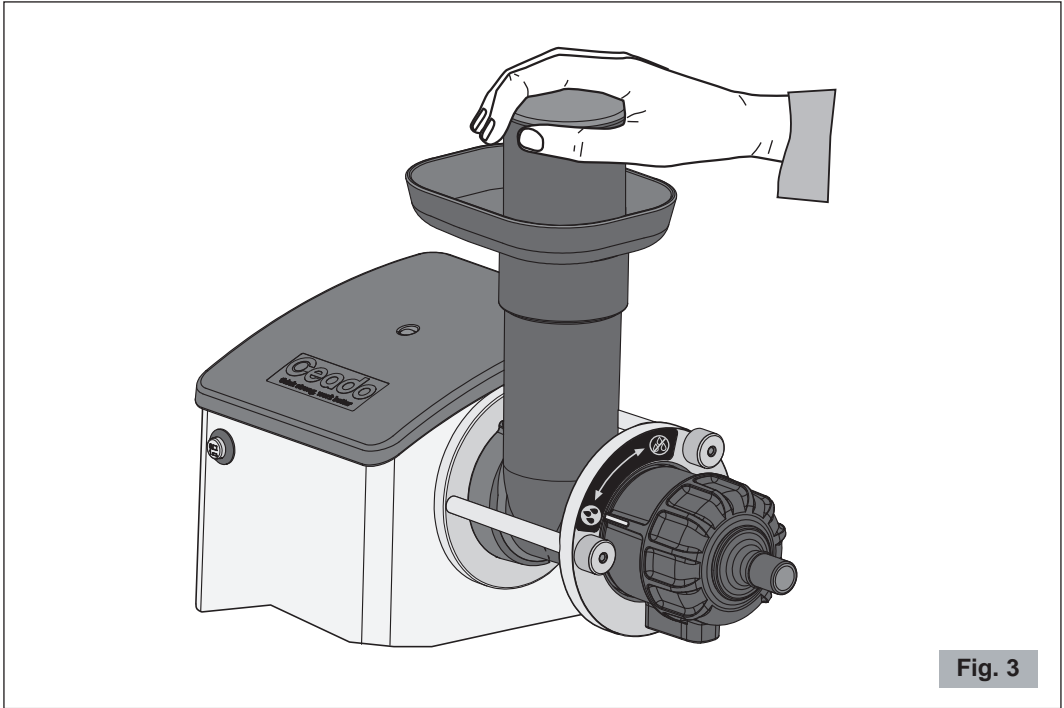

Fig. 3
- 5** Utilizando el empujador en dotación, introducir gradualmente la fruta y/o la verdura a fondo en el tubo de entrada hacia la cóclea en rotación (véase Fig. 3). Para obtener más zumo, apretar lentamente pero en forma continua el empujador. No introducir fruta y/o verdura cuando el motor está apagado.